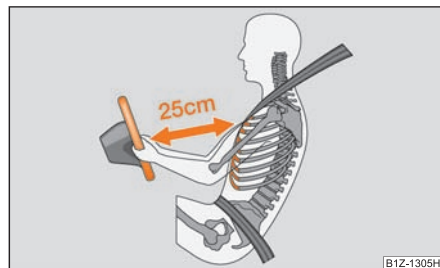

Fig. 179 Distancia de seguridad con respecto al volante
- **Es importante que el conductor y el acompañante mantengan una distancia mínima de 25 cm con respecto al volante o al tablero de instrumentos ⇒ fig. 179. Si no respeta la distancia mínima, el sistema de airbag no podrá protegerle - ¡Peligro de muerte! Además, los asientos delanteros y los reposacabezas siempre deben estar correctamente ajustados a la estatura del ocupante.**